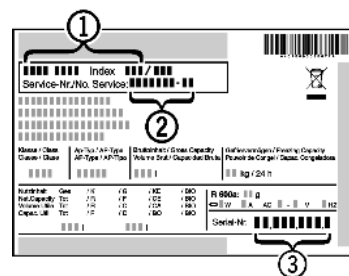

Fig. 13
- ▶ Leggere la denominazione dell'apparecchio *Fig. 13 (1)*, il n° assistenza *Fig. 13 (2)* e il n° di serie *Fig. 13 (3)* sulla targhetta identificativa. La targhetta identificativa è situata all'interno dell'apparecchio, sul lato sinistro.
- ▶ Informare il servizio di assistenza e comunicare il difetto, la denominazione dell'apparecchio *Fig. 13 (1)*, il n° assistenza *Fig. 13 (2)* e il n° di serie *Fig. 13 (3)*.